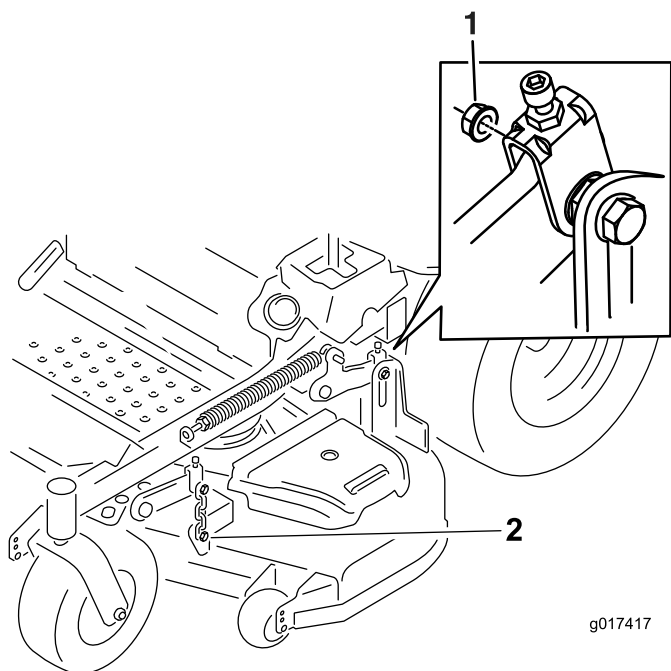

Figure 83
7. Enlevez et mettez de côté les fixations des deux côtés du tablier, comme montré à la Figure 83.